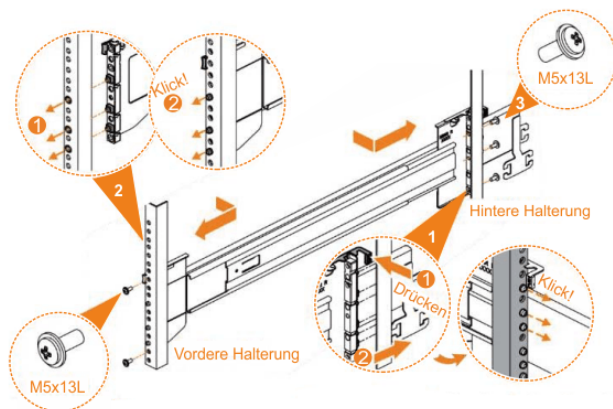

Abbildung 58. Schienenbaugruppe an Rackrahmen installieren
6. Verwenden Sie die M5-Schrauben zum Installieren des äußeren Teils der Schiene und der Halterung am Rack (siehe Abbildung 58 auf Seite 58).